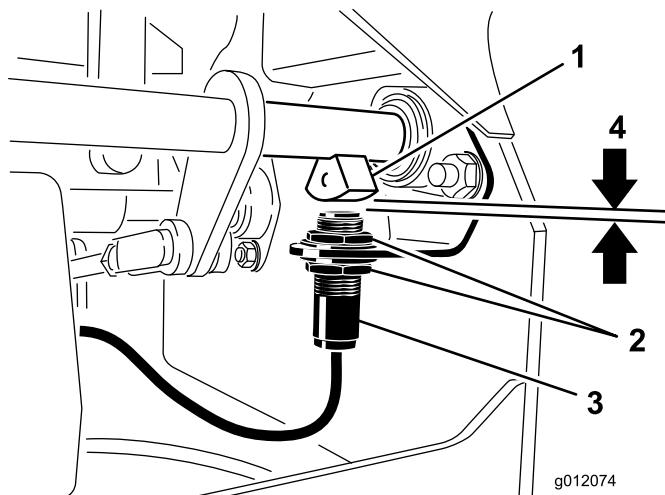

Figura 55
4. Mueva el interruptor hacia arriba o hacia abajo en el soporte hasta que la distancia entre el sensor del eje del freno y el émbolo del interruptor sea de 3,9 mm (5/32 pulgada) (Figura 55).